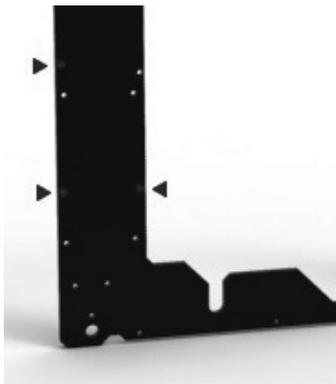

图 3-69 框架上的安装位置
- (3) 电器元件在外部框架上的对应位置如图 3-69 所示。